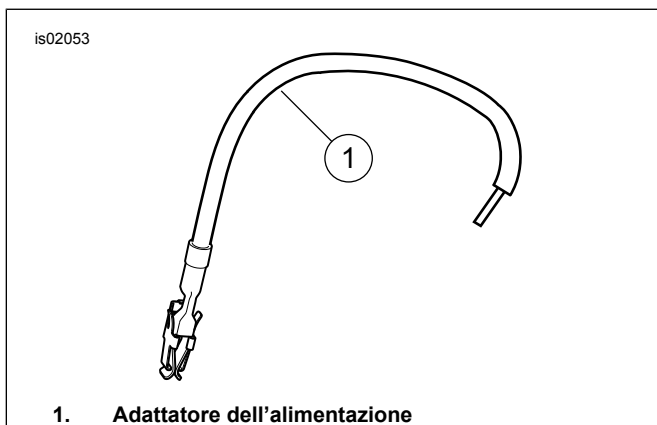

Figura 8. Adattatore dell'alimentazione (FLHR 2004)
2. **Per il modello FLHR 2004 e successivi:** Vedere la Figura 8. Selezionare l'adattatore del filo dell'alimentazione dal kit e installare l'estremità con la terminazione dell'adattatore nella presa sul retro del pannello fusibili contrassegnata con la scritta **P&A IGN**.
giuntaggio Packard (HD-38125-18). Fare avanzare i fili spellati fino all'arresto all'interno dell'insero di metallo in una metà del connettore. Stringere la pinza per giuntare l'insero di metallo. La pinza si apre automaticamente quando il giuntaggio è finito. Ripetere l'operazione per l'altra estremità del connettore per catturare uno o due fili spellati includendo, se necessario (vedere la Figura 8) l'adattatore del blocco di alimentazione.